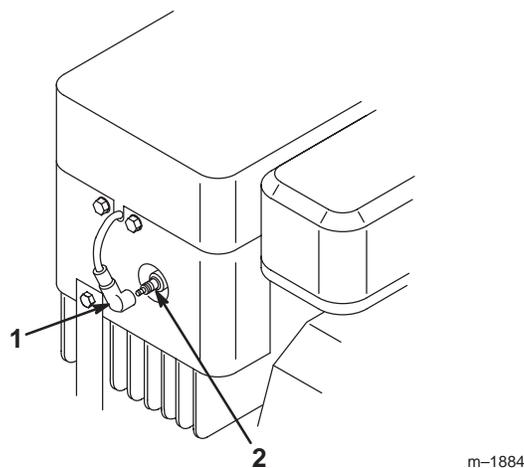

Figure 26
3. Débranchez le fil de la bougie (Fig. 26). Nettoyez la surface autour de la bougie pour éviter que des impuretés endommagent le moteur en tombant à l'intérieur.
3. Reconnectez le fil à la bougie (Fig. 26).